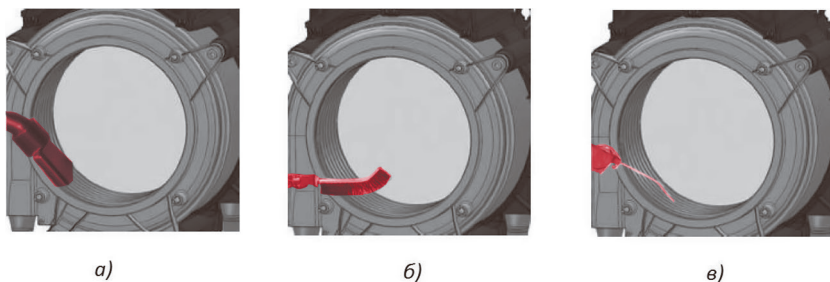

Рис. 16. Чистка камеры сгорания
1. Предварительно соберите мусор пылесосом с применением щелевой насадки (рисунок 16а);
2. Очистить спираль теплообменника щеткой. Для чистки спирали теплообменника запрещено применять щетку с металлическими щетинками (рисунок 16б).
3. Соберите пылесосом отложения, осыпавшиеся после работы щеткой (рисунок 16а);
4. Продуйте сжатым воздухом промежутки между спиралью теплообменника (рисунок 16в);
5. Удалите образовавшийся мусор пылесосом (рисунок 16а).
4	Проверить теплообменник на наличие отложений со стороны камеры сгорания. Очистить при необходимости (рис.16)